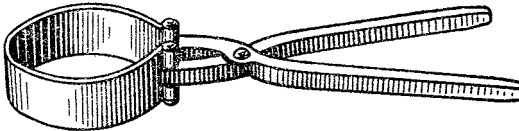

Рис. 87. Приспособление для установки поршня с кольцами в цилиндр двигателя
3. Приспособление для установки поршня с кольцами в цилиндр двигателя (рис. 87).